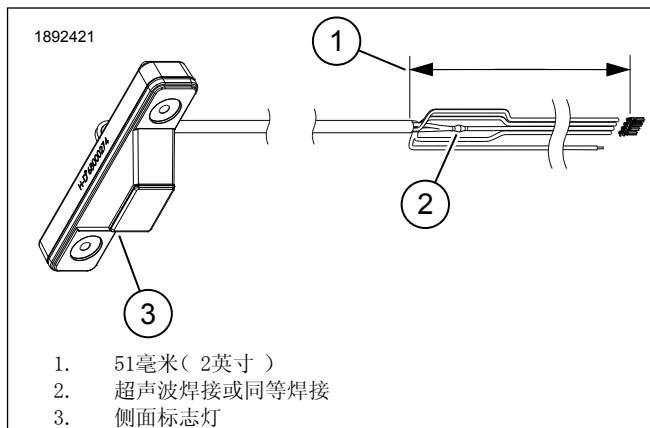

图5。线束拼接尺寸
- a. 参见图5。拼接应从连接器上方51 mm (2 in) 开始。